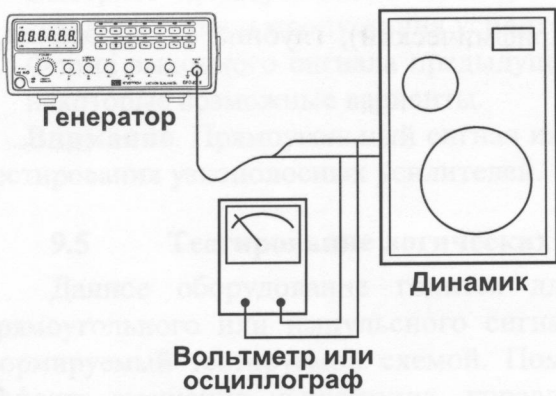

Рис.8
- (а) Подключите исследуемый прибор согласно рис.8, вместо вольтметра можно использовать осциллограф.